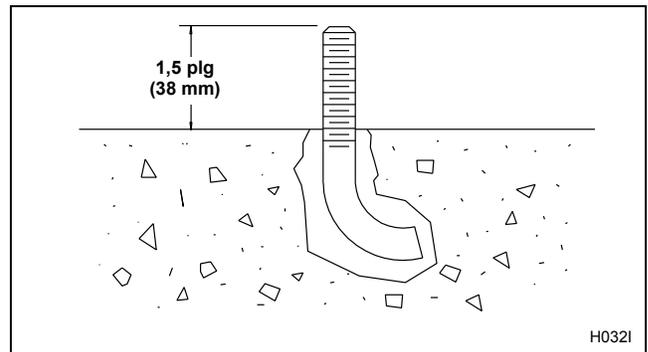

Figura 12
6. Verifique que los pernos en J estén en su lugar correcto y que sobresalga 1-1/2 pulgadas (38 mm) de cada perno en J sobre el piso. Consulte la *Figura 12*.